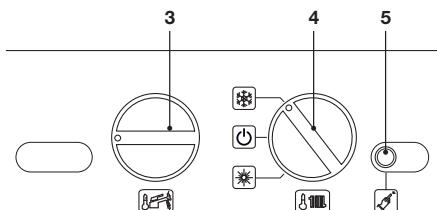

Рисунок 5.34
Режим защиты от легионеллы дает возможность уничтожить все присутствующие в воде микроорганизмы за счет увеличения температуры воды в водонагревателе свыше 65°C . Первое включение этой функции происходит через 12 часов после ее настройки. Прежде чем включить электропитание котла, установите регуляторы 4 так, как показано на рисунке (см. Рисунок 5.34).
- Чтобы настроить работу котла в режиме защиты от легионеллы, войдите в режим программирования, нажав и удерживая в течение 15 с кнопку сброса 5 (Рисунок 5.34), пока на ЖК-дисплее не появится параметр P01. На ЖК-дисплее последовательно отобразятся следующие символы (параметр P01 будет загораться поочередно с --- -).
- Нажмите кнопку сброса 5 (Рисунок 5.34) и пролистайте параметры до P17, предназначенному для настройки функции защиты от легионеллы. На ЖК-дисплее последовательно отобразятся следующие символы (параметр P17 будет загораться поочередно с цифрой 01).